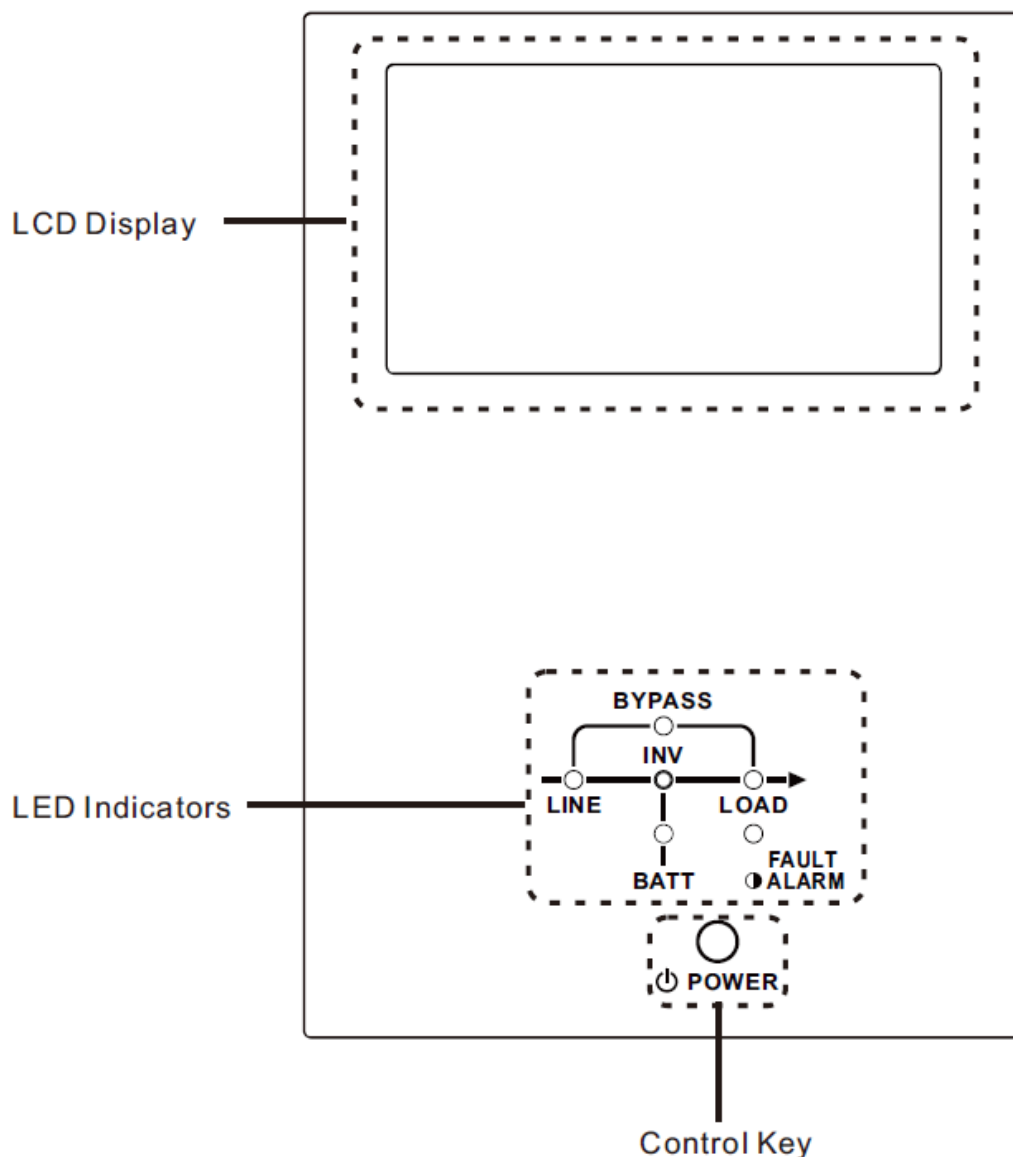

Figura 4-1 Pannello di controllo
Il pannello di controllo e la descrizione del display sono collocate sul pannello frontale dell'armadio UPS. È il controllo UTENTE, monitoraggio di tutti i parametri misurati, stato batterie e UPS e allarmi. Il pannello di controllo è diviso in quattro aree funzionali: 1) LCD display, (2) Indicatori LED, (3) chiavi di controllo, (4) Allarme Audio, come mostrato in figura 4-1.